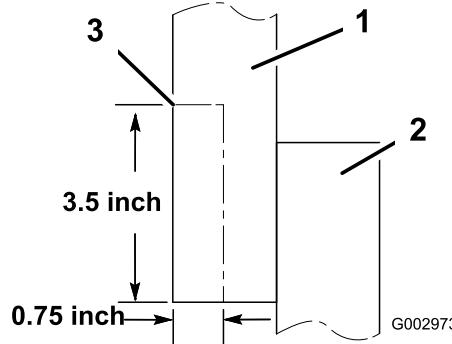

Figura 30
8. Sui vecchi modelli è necessario tagliare il gruppo di tenuta per lasciare lo spazio per il flessibile (Figura 30).